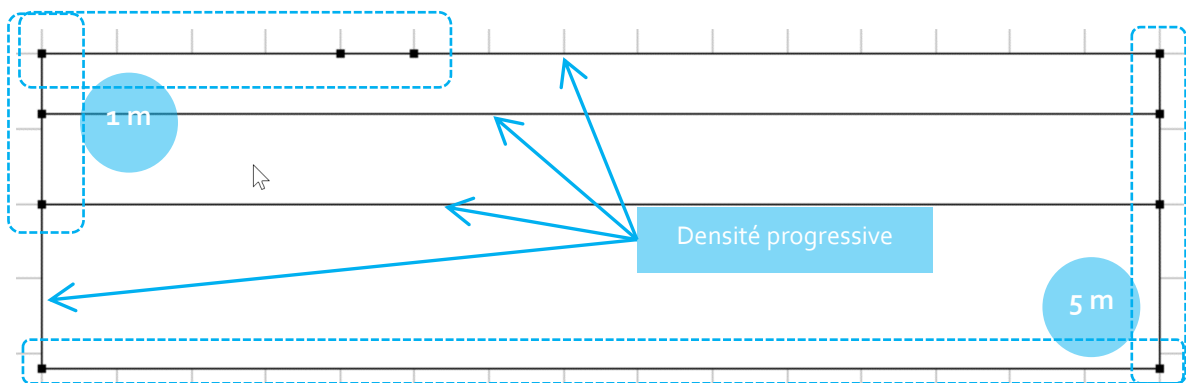

Figure 5: Plan du maillage et densité
2. Sélectionnez tous les contours d'application (comme indiqué dans la figure 5)